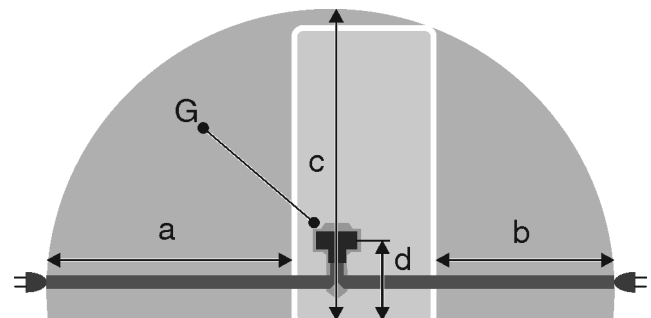

Fig. 22 Kyl-/fryscombinationer/frysar/rums-BioFresh-apparater
- Eluttaget är inte placerat bakom skåpet, utan i området a eller b Fig. 22 (a, b, c).
- ▶ Anslut kontakten Fig. 22 (G) på apparatens baksida. Se till att den fastnar med ett klick.